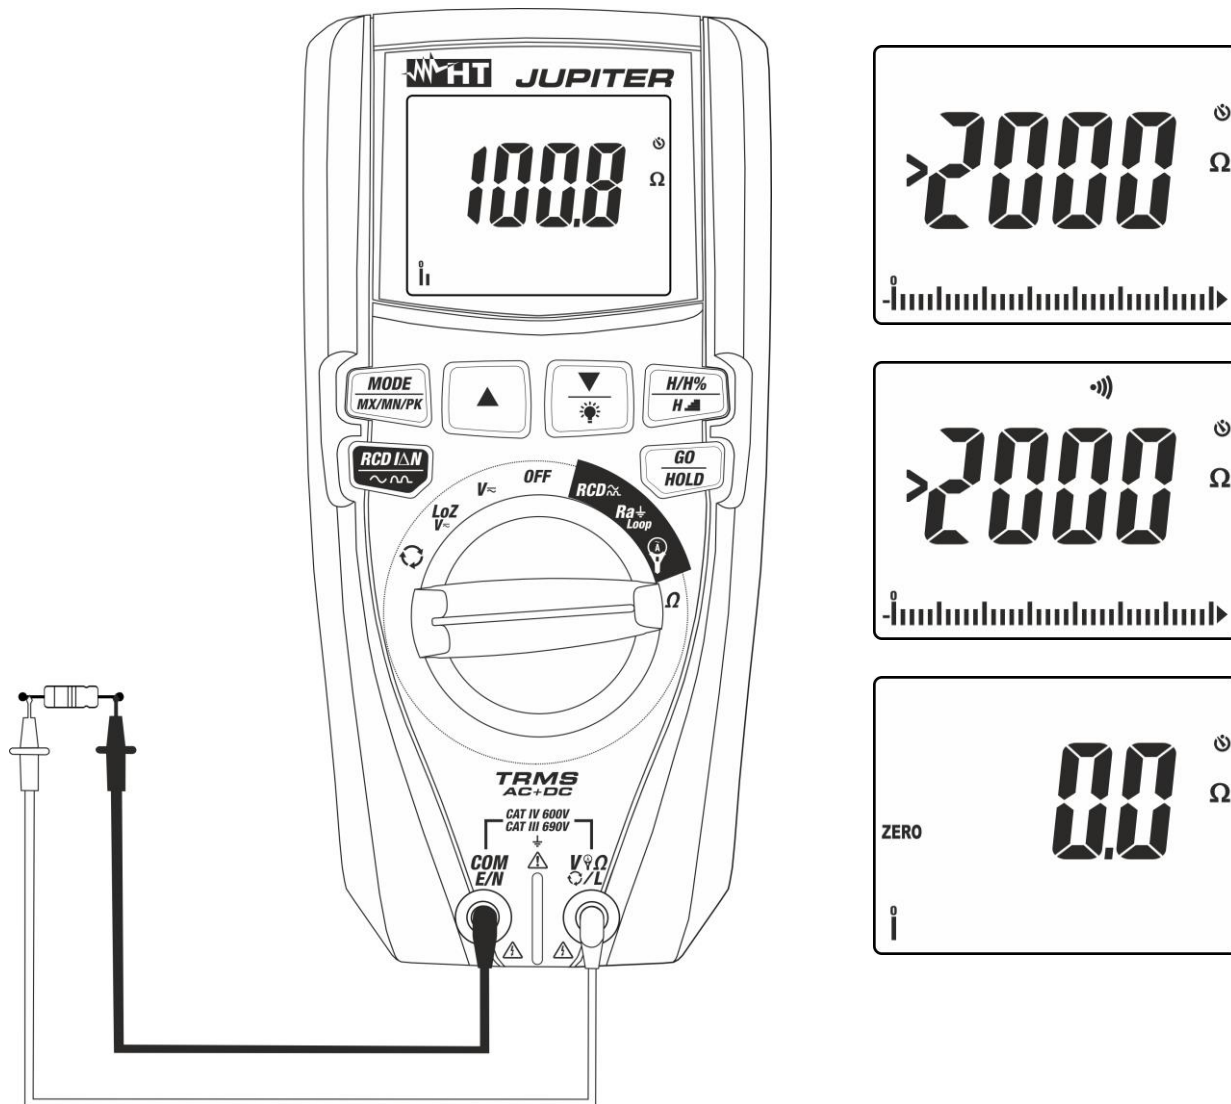

Fig. 11: Uso del instrumento para medida de Resistencia y Prueba de continuidad
4. Posicione las puntas en los puntos deseados del circuito en examen (ver Fig. 11). El valor de la resistencia se muestra en pantalla
5. Si en pantalla se muestra el mensaje ">2000 Ω " (ver Fig. 11) se ha alcanzado el fondo escala del instrumento